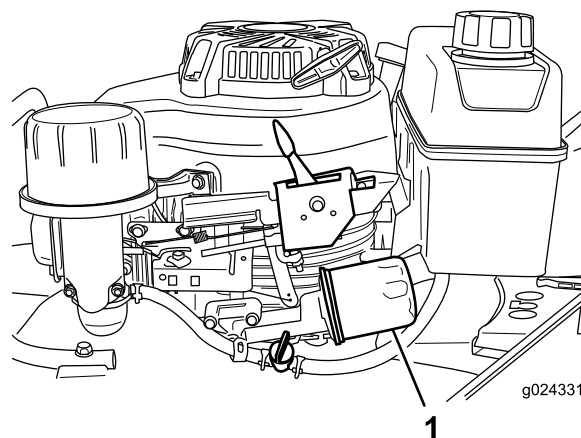

Figura 21
6. Coloque un trapo debajo del filtro de aceite (Figura 21) para recoger cualquier aceite que se salga al retirar el filtro.